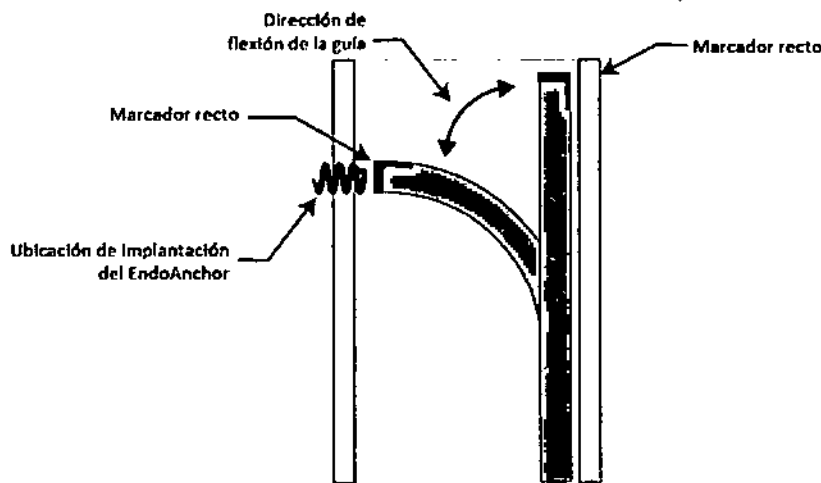

Figura 6: Dirección de flexión de la guía con respecto al marcador recto
- Sitúe la guía en el lugar en el que desee implantar el EndoAnchor (consulte la figura 6).